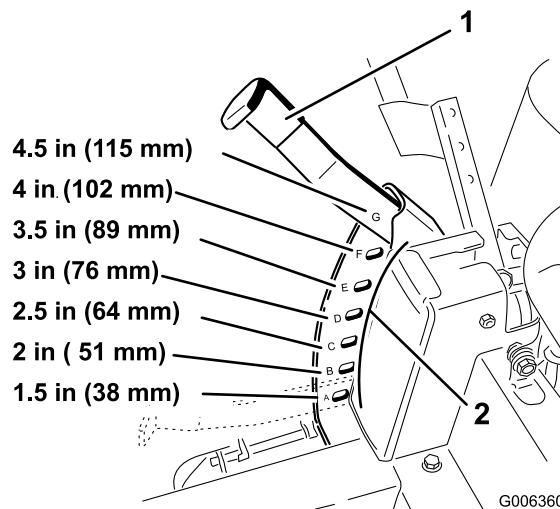

Figura 14
- Levante la palanca de ajuste de la altura de corte a la posición de transporte, es decir, la posición de altura de corte **G** (que es también la posición de altura de corte de 115 mm) (Figura 14).